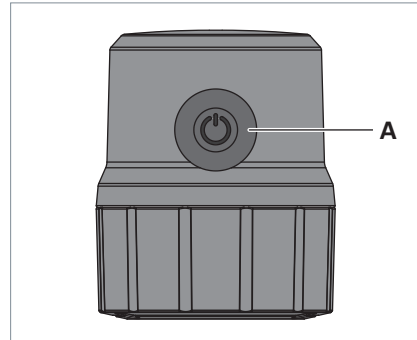

Fig. 6: Taste.
- ▶ Um die Leuchte ein- und auszuschalten betätigen Sie die Taste **A** auf der Oberseite des Leuchtenkopfs, siehe Fig. 6.